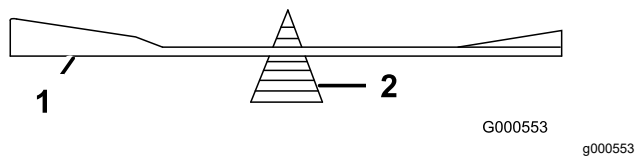

**Bild 61**
1. Schärfen Sie die Schnittkante an beiden Enden des Schnittmessers mit einer Feile (Bild 61).
**Hinweis:** Feilen Sie, wenn das Schnittmesser nicht ausgewuchtet ist, vom Flügelbereich des Messers etwas Metall ab (Bild 61).